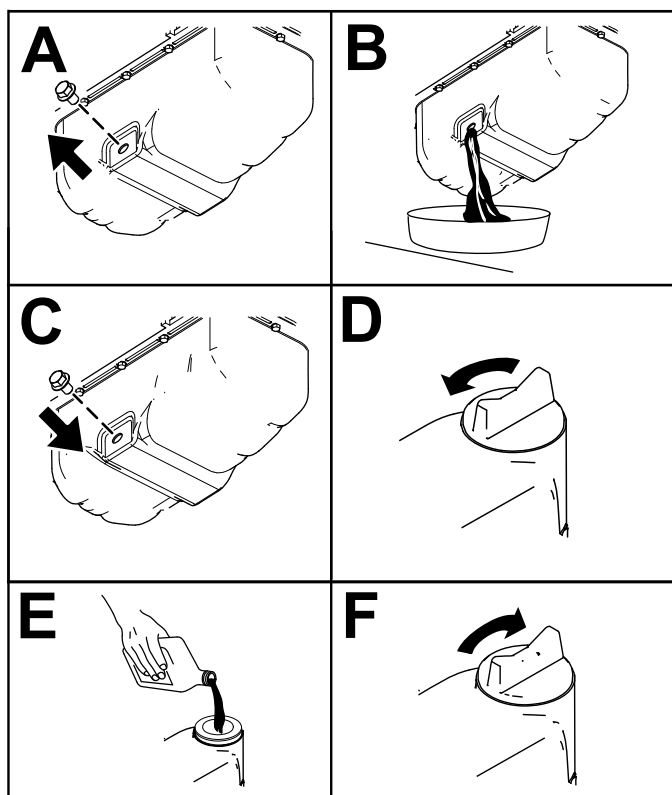

Рисунок 53
3. Замените масло в двигателе, как показано на Рисунок 53.